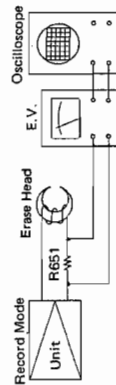

Figure 33-2
1. Connect instruments as shown in Fig. 33-2.
1. Die Instrumente gemäß Abb. 33-2 anschließen.
1. Brancher les instruments comme cela est indiqué dans Fig. 33-2.